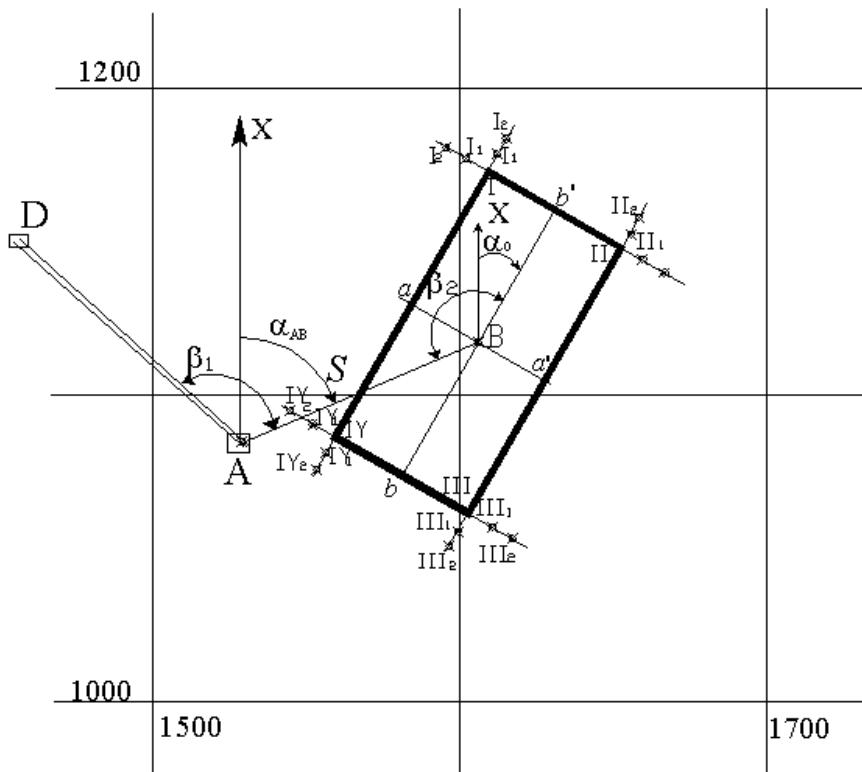

Рисунок 1. Пояснительная схема к проекту разбивки здания на промышленной площадке карьера.
В соответствии с генеральным планом промышленной площадки карьера требуется перенести в натуру здание размером 110x50,0 м. Координаты центра (**B**) здания (X_B , Y_B) и дирекционный угол (α_0) продольной оси здания приведены в таблице2. Проект разбивки здания составить на миллиметровке в масштабе 1:1000 (см. рисунок 1).
откладывают горизонтальное проложение S и фиксируют на промышленной площадке точку B . (рис.1).
6) Разбивка в натуре углов здания (**I**, **II**, **III**, **IV**) производится от осей здания. Устанавливают теодолит в точке " a ", визируют на точку B откладывают угол 90° и половину продольного размера здания и закрепляют на площадке точку **I**. Затем откладывают угол 90° в противоположную сторону и половину продольного размера здания и фиксируют в натуре точку **II**. Аналогичным образом закрепляют на промышленной площадке углы здания **III** и **IV**. Контроль разбивки здания осуществляется по створности линий **I**-" a "-**IV** и **II**-" a '"-**III**(см. рисунок 1). При этом отклонение от створа не должно превышать ± 5 мм.
7) Закрепление строительных осей стен здания производится методом створной выноски. Каждая из четырех осей здания закрепляется 4 пунктами - по 2 пункта с каждой стороны (см. рисунок 1).